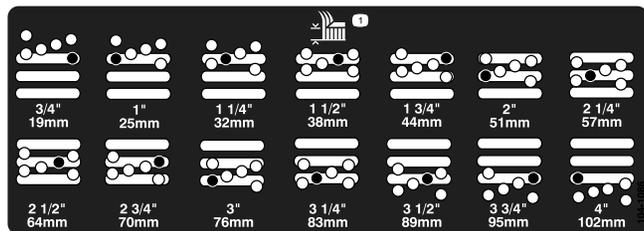

Рисунок 8
4. Удерживая камеру, снимите проставку (Рисунок 8).
5. Переместите корпус на требуемую высоту скашивания и установите проставку в предусмотренные для этой высоты отверстие и паз (Рисунок 8).